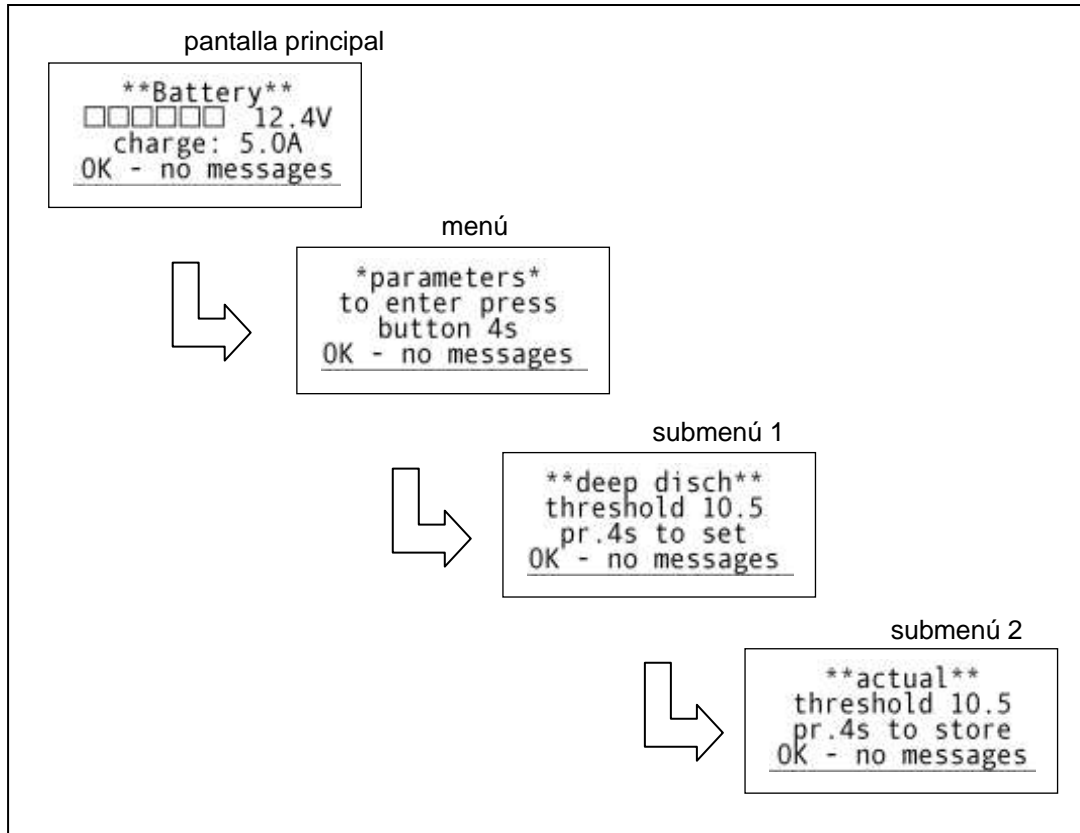

ilustración 5
1. Protección de descarga profunda (ilustración 5)